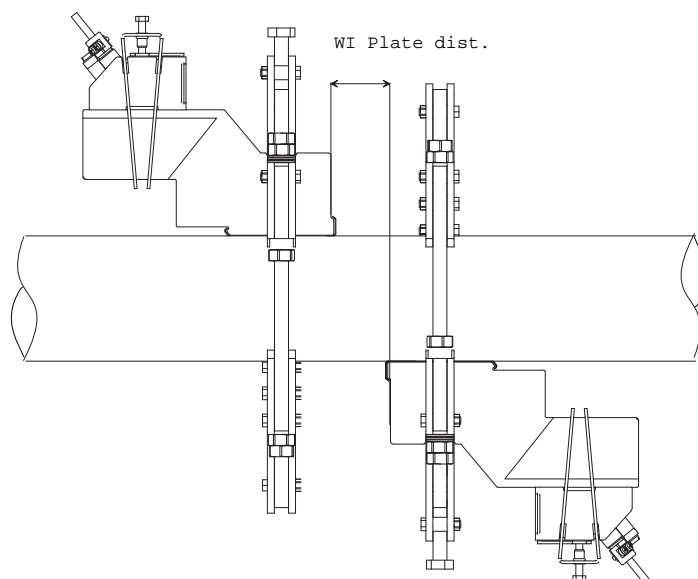

Рис. 3.10: Установка второй стыковочной пластины в креплении к трубе (установка с резьбовыми шпильками)
- Введите вторую стыковочную пластину во второе крепление к трубе (смотри Рис. 3.10).
- Установите расстояние между стыковочными пластинами WI Plate dist. (смотри Рис. 3.10).